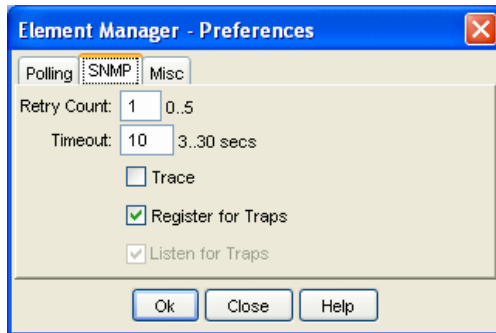

図 6-7 Element Manager: Preferences: 「SNMP」タブ
- ▶ 「SNMP」タブ（図 6-7）では、一般的な SNMP セッション・パラメーターを設定し、Topspin シャーシに接続できない場合に SNMP をデバッグする手段を提供します。